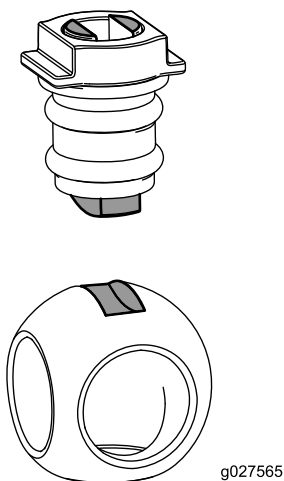

Рисунок 122
6. Вставьте шар в корпус клапана (Рисунок 122).
**Примечание:** Шток клапана должен быть установлен внутри паза привода шара. Если шток клапана не устанавливается в него, отрегулируйте положение шара (Рисунок 122).